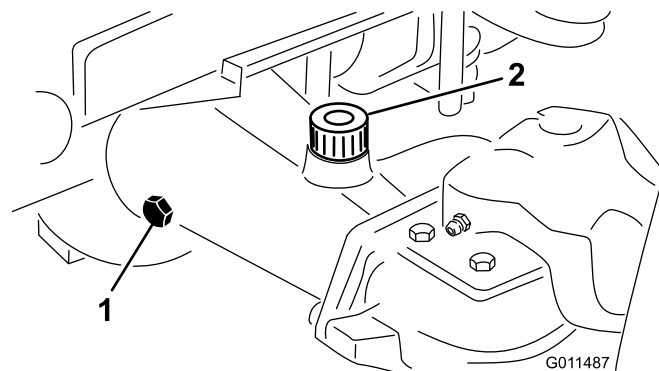

Figure 64
2. Enlevez un bouchon de contrôle à l'extrémité du pont et vérifiez que le lubrifiant atteint la base de l'orifice (Figure 64).